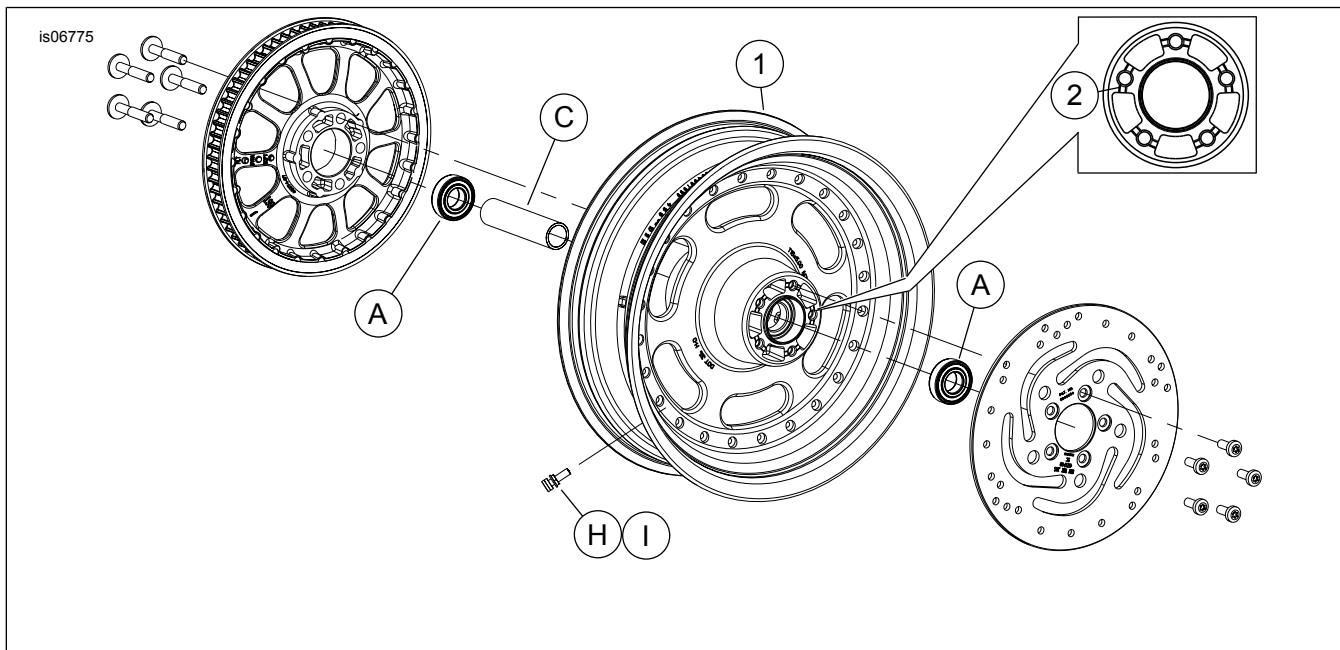

Figure 1. Pièces détachées : Roue arrière tronquée Fat Bob
2. Voir Figure 1. Installer l'ensemble de tige de soupape (H) sur la roue. Voir le manuel d'entretien.